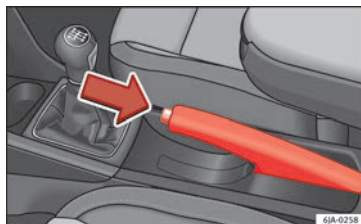

Bild 175 Mittkonsol: handbroms
- Dra handbromsen något uppåt och tryck in frikopplingsknappen **samtidigt** » **bild 175**.